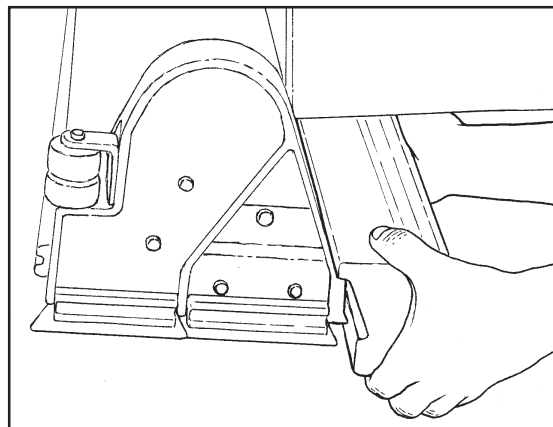

Figura 35
7. En las máquinas con cabezal de cepillo cilíndrico, es necesario vaciar regularmente la cubeta de residuos para evitar desbordes. Para sacar la cubeta de residuos, siga este procedimiento (Refiérase a la Figura 35).